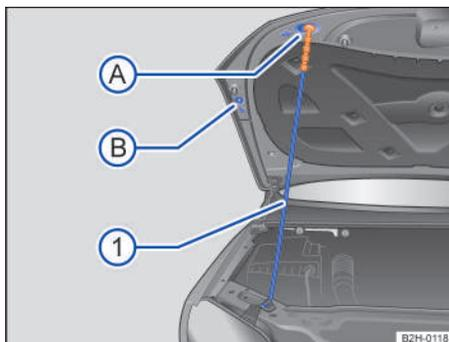

Fig. 172 Fijar el capó delantero con la varilla de sujeción (representación esquemática).
5. Desenganche la varilla de sujeción del lado derecho de la chapa portacierre por el extremo de color → fig. 172 ①.
6. Introduzca el extremo de color de la varilla en la fijación → fig. 172 Ⓐ o Ⓑ.
2. Desenganche la varilla de sujeción del capó del orificio por el extremo de color y encástrela en su soporte en el lado derecho del portacierre → fig. 172 ①.